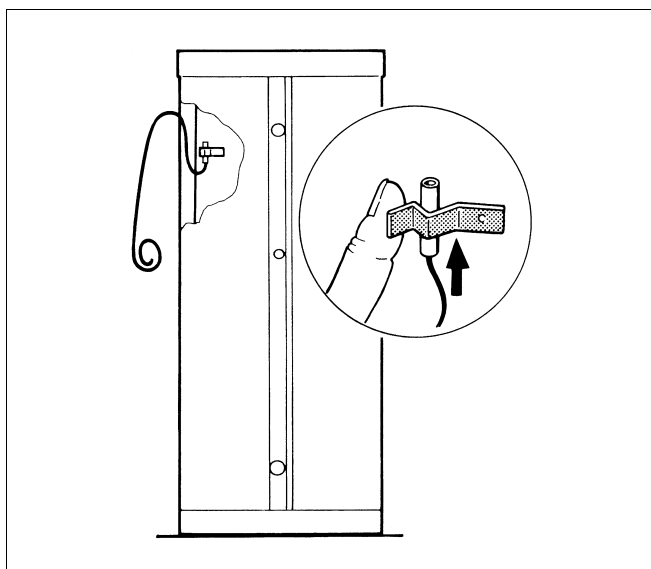

Рис. 9 Установка накладного датчика
- ▶ Установите датчик в пружинный держатель так, чтобы вся его контактная поверхность плотно прилегала к баку (рис. 9).